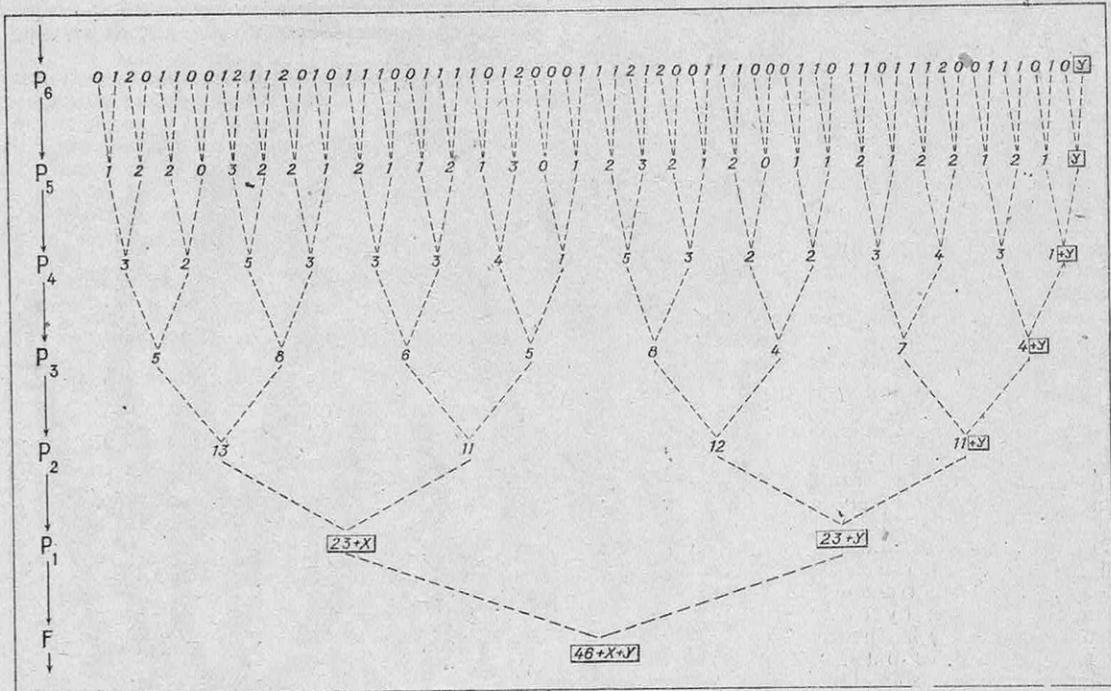

FIG. 12. — GÉNÉALOGIE CHROMOSOMIQUE DE L'HOMME
Reprenons notre arbre généalogique (fig. 12). Puisque nos chromosomes sont au nombre de 48, nous ne pourrions, à aucune génération ascendante, avoir plus de 48 ancêtres réels. Peut-être pourrions-nous compter encore 32 ancêtres réels à la génération P_3 (les grands-parents de nos arrière-grands-parents), encore que cela ne soit nullement certain. Mais, sur les 64 qui les ont précédés, et qui vivaient vers 1750, 16 certainement, au moins, nous sont biologiquement tout à fait étrangers (3). Et plus nous remontons, plus augmente le nombre de ces ancêtres fictifs, puisque seul reste constant, et limité, celui des ancêtres réels. Tel noble seigneur qui se dit le descendant direct de tel grand personnage du x^e siècle n'a donc que 48 chances sur plus d'un milliard, soit environ 1 chance sur 30 millions, de lui devoir... quibi ? un quarante-huitième de sa constitution héréditaire ! La biologie devient ici école de modestie et de prudence...